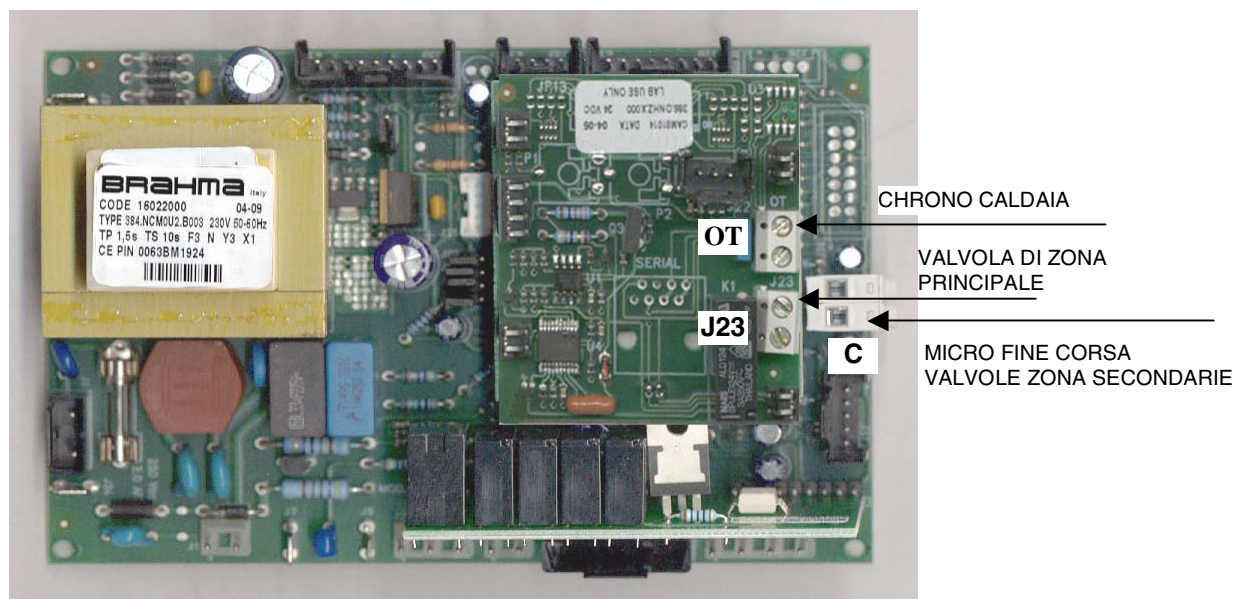

Figura 2-46
- collegare il Cronotermostato al cavo uscente della caldaia Figura 2-46 **Il cavo di collegamento non ha polarità.**